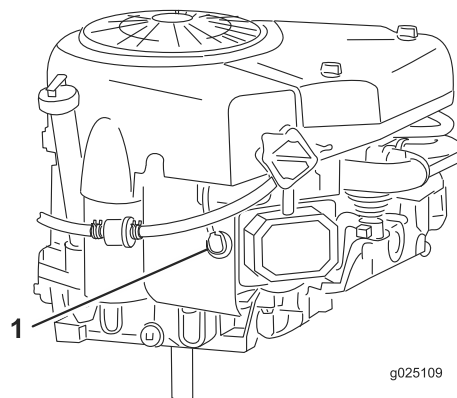

Figura 28
6. Scollegate il cappellotto dalla candela (Figura 28).
8. Togliete la candela e la rondella metallica (Figura 28).
3. Collegate il cappellotto alla candela (Figura 28).